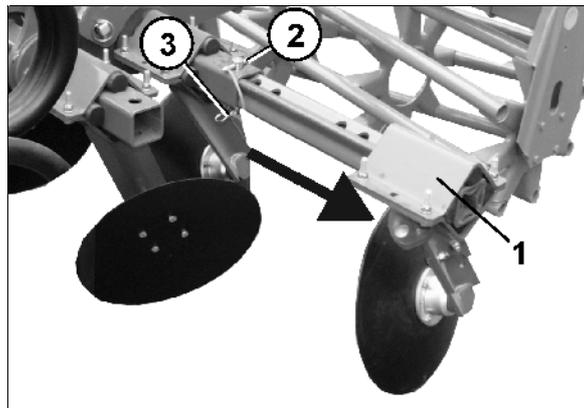

Fig. 34
Colocar ambos discos de borde (Fig. 34) en posición de trabajo
- o Extraer los discos de borde (Fig. 34/1) y fijarlos mediante perno de seguridad (Fig. 34/2) y pasador clavija (Fig. 34/3)